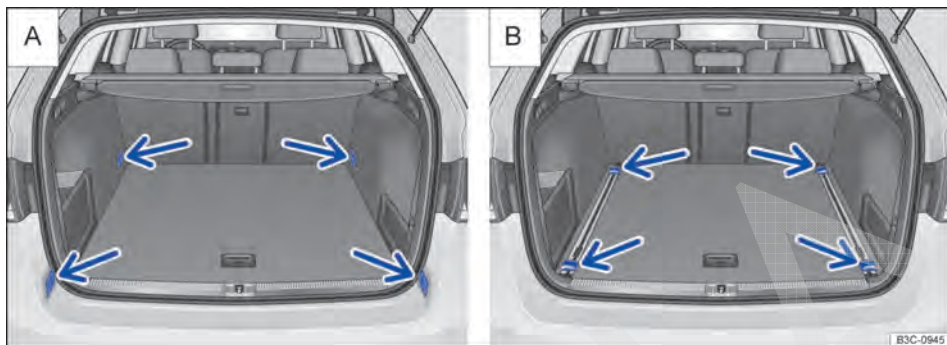

Fig. 117 No compartimento de bagagem: disposição dos olhalis de amarração (A) e olhalis de amarração móveis (B).
Na área dianteira e traseira do compartimento de bagagem existem olhalis de amarração para fixação de volumes de bagagem ⇒ Fig. 117 (seta).
Olhalis de amarração móveis ⇒ Fig. 117 (B) podem ser adequados individualmente aos volumes de bagagem por meio do deslocamento no sistema de trilhos.